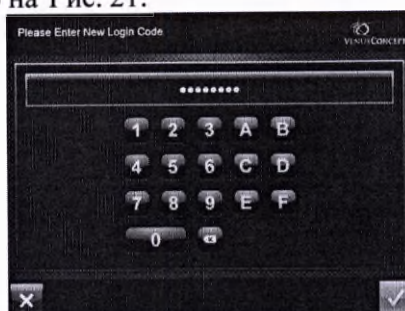

Рис. 21. Введение нового входного кода
4. Нажмите кнопку подтверждения **Confirm** ; система попросит вас ввести новый входной код, как показано на Рис. 21.